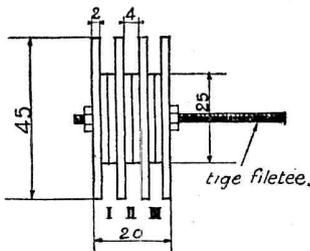

FIG. 5. — La carcasse du bobinage grandes ondes.
**Réalisation du bobinage G. O.** — Six rondelles de 25 mm. sont accolées par deux, et assemblées avec quatre rondelles de 45 mm. comme le montre la fig. 5, par une tige filetée passant par un trou percé au centre de chacune ; les surfaces en contact étant enduites d'un peu de colle ou de dissolution avant l'assemblage. On obtient ainsi une poulie à trois gorges, la largeur de chaque gorge étant de 4 mm. Les flancs intermédiaires, deuxième et troisième rondelles de 45 mm. seront fendus pour permettre un passage facile du fil de bobinage de l'une à l'autre gorge.
Dans la première gorge (I fig. 5) bobiner 115 spires de fil 20/100e isolé deux couches soie ; passer le fil par la fente de la cloison et bobiner 115 spires dans la gorge II ; ménager une boucle de 7 à 8 cm pour la prise « B » ; et laissant cette boucle à l'extérieur, revenir bobiner 115 spires dans la gorge III. Le début d'enroulement, à l'entrée de I sera relié à l'une des broches « A ». La prise entre les gorges II et III sera reliée à l'une des broches « B ». La fin d'enroulement, à la sortie de la gorge III, sera reliée à la broche « C ».